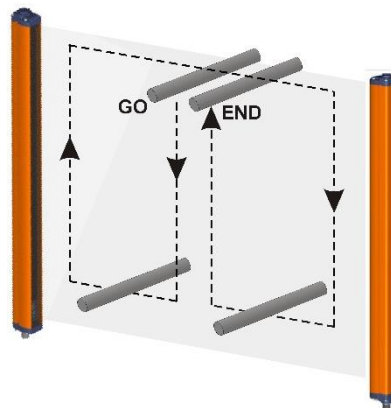

Abb. 11
- die ESPE im blockierten Zustand (➡|) verweilt, wenn die Strahlen entlang des Schutzfeldbereichs mit einem angemessenen Teststab (Test Piece) und gemäß des auf Abb. 11 dargestellten Schemas unterbrochen werden.